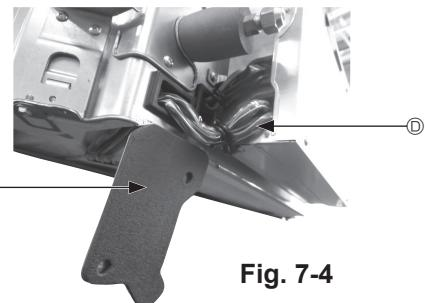

Fig. 7-4
① Usunąć dwie śruby mocujące pokrywę przewodu urządzenia głównego, a następnie otworzyć pokrywę.
② Poprowadzić przewody Czujnika i-see i odbiornika sygnału w skrzynce elementów elektronicznych w sposób pokazany na schemacie i wokół tulei z boku urządzenia głównego. (Fig. 7-4)